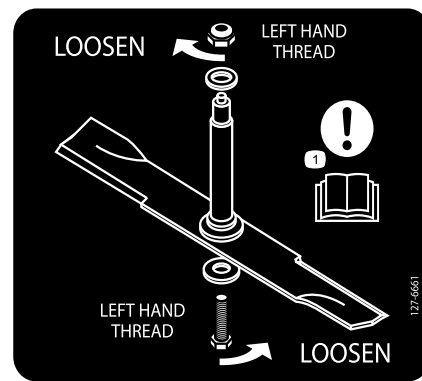

Figura 92
Importante: La lama destra sul piatto del tosaerba ruota in senso antiorario e utilizza un bullone con filetto sinistrorso. Utilizzate Figura 92 per il posizionamento corretto delle lame del tosaerba.
3. Togliete il bullone destro (bullone con filettatura a sinistra), la rondella curva e la lama dall'asse del fusello (Figura 92).
Nota: Annotate il tipo di lama e l'esatto posizionamento. Vedere Figura 92 per conoscere la posizione esatta.